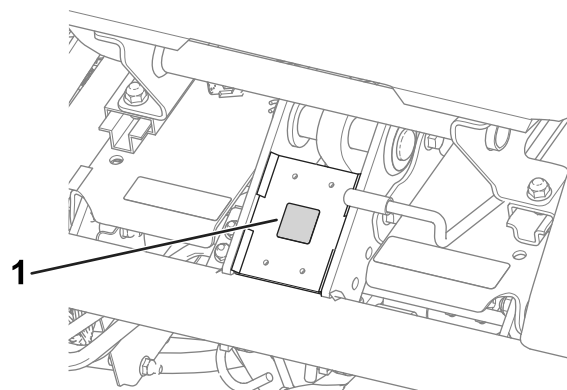

Figure 15
- Apposez l'autocollant de marque de conformité CE (réf. 93-7252) sur le cadre, sous l'avant du siège (Figure 15).